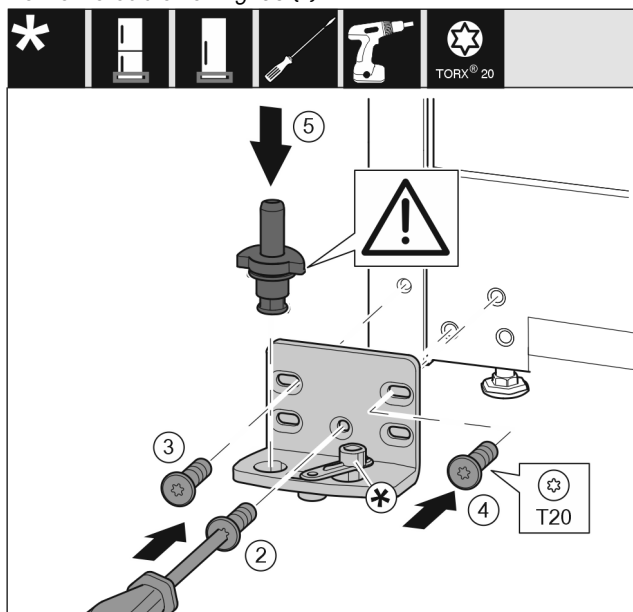

Fig. 36
- Colocar el soporte de apoyo en el otro lado y atornillarlo con la ayuda de un destornillador T20. Empezar por el tornillo 2 en la parte inferior central. Fig. 36 (2)
- Apretar los tornillos 3 y 4. Fig. 36 (3,4)
- Introducir totalmente el perno de apoyo. Asegurarse de que el saliente de retención mire hacia atrás. Fig. 36 (5)
- Colocar el soporte de apoyo en el otro lado y atornillarlo con la ayuda de un destornillador T20. Empezar por el tornillo 2 en la parte inferior central. (2)
- Girar 180° la conexión del amortiguador de cierre. Atornillar al otro lado del soporte de apoyo con el destornillador T20. (5)
- Introducir totalmente el perno de apoyo. Asegurarse de que el saliente de retención mire hacia atrás. (6)